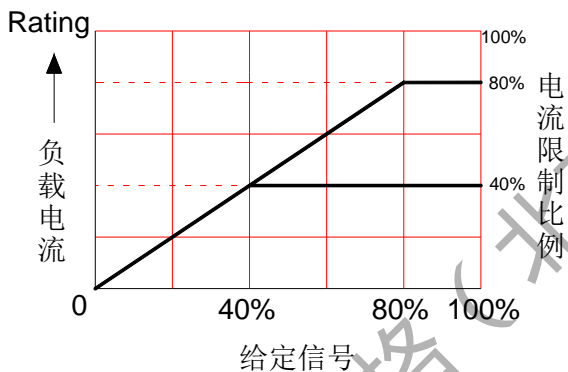
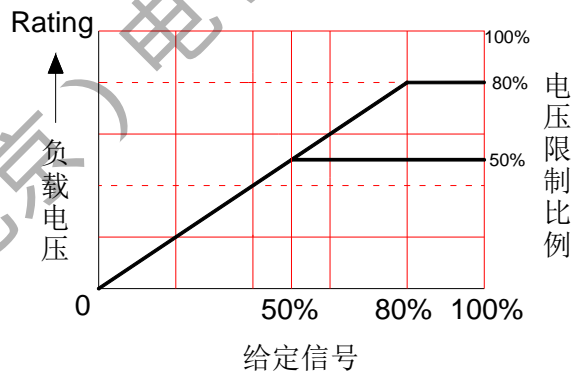

图 5-3a 电流限制
图 5-3b 电压限制
① 电流反馈，可限制调整器输出电流，见图 5-3a；② 电压反馈，可限制调整器输出电压，见图 5-3b。
调整器工作于闭环调压方式时，提供负载电流限制和负载电压限制功能（由反馈选件类型决定），通过 P2 电位器可调节限制比例，控制特性如图 5-3a 和图 5-3b 所示。